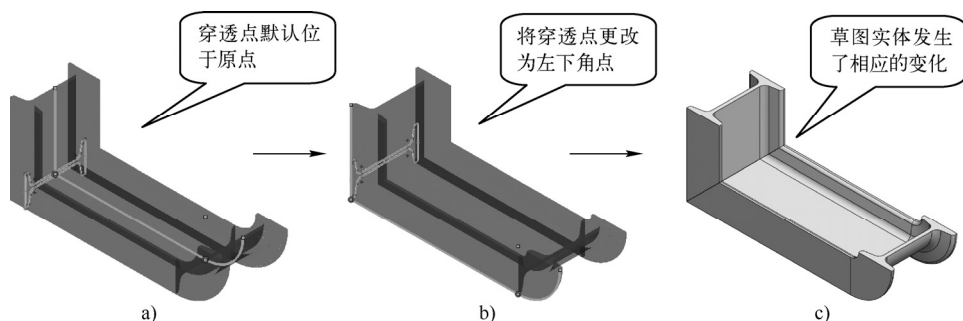

图 9-15 “找出轮廓”按钮的作用
- “找出轮廓”按钮：单击此按钮后可将视图放大到结构构件的截面轮廓，并可通过单击定义“穿透点”处于截面轮廓的位置，如图 9-15 所示（穿透点默认位于截面轮廓的草图原点）。